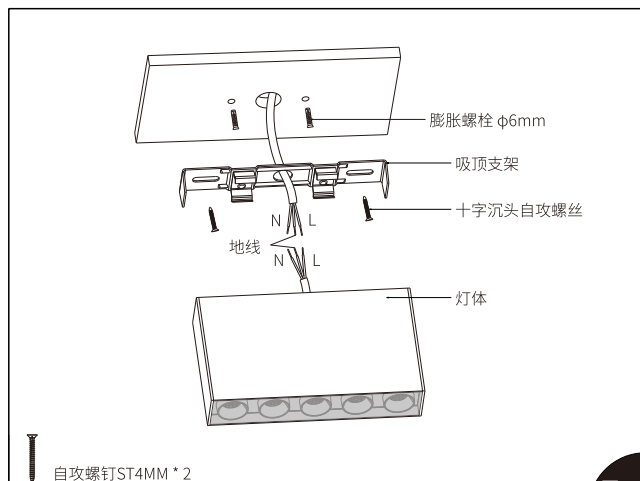

图17
- 2、把膨胀螺栓打进天花板安装孔内，拧紧螺钉，使吸顶支架紧贴天花板（如图17）